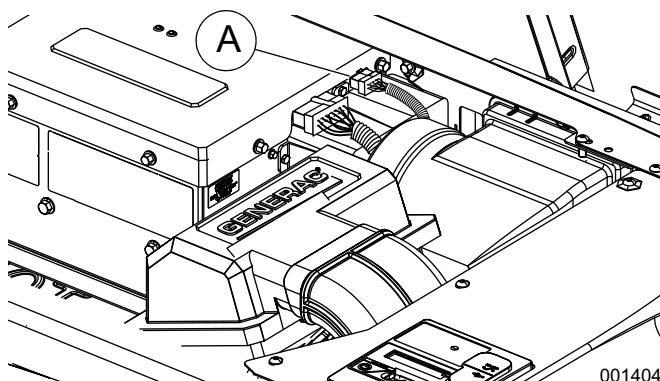

Figura 4-9. Retire el conector del ventilador de AVR
3. Vea la Figura 4-9. Deprima el pestillo externo para desconectar el conector de 4 clavijas (A) del AVR.